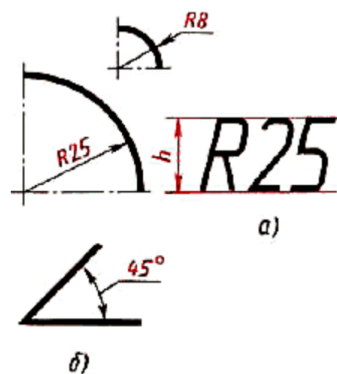

Рис. 31. Нанесение размеров дуг и угла
4. Для обозначения радиуса перед размерным числом пишут прописную латинскую букву R (рис. 31, а). Размерную линию для указания радиуса проводят, как правило, из центра дуги и оканчивают стрелкой с одной стороны, упирающейся в точку дуги окружности.
5. При указании размера угла размерную линию проводят в виде дуги окружности с центром в вершине угла (рис. 31, б).